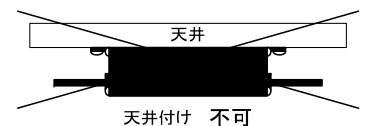

図 4
- 図 4 のように天井付けをしないでください。（壁付けは可）